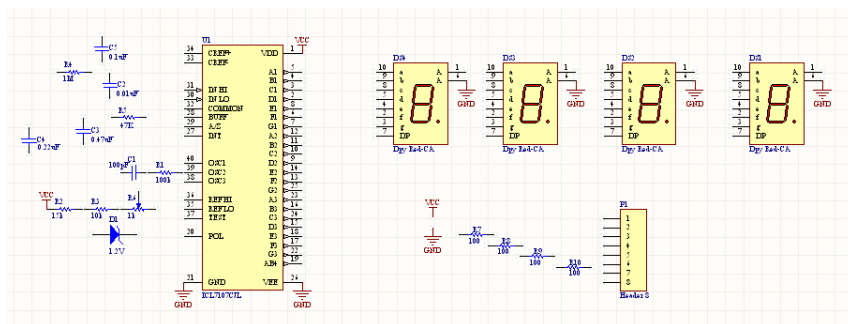

图 2.153 添加的三个电源标志
(26) 单击键盘上的“Tab”键，打开“Power Port”对话框，在 Net 编辑框中输入“VCC”，单击“Style”右侧的“GND”字样，在弹出的下拉列表中选择“Bar”，单击“OK”按钮。
(27) 分别在原理图中“R2”左端，“U1”第1脚和接头“P1”左侧单击鼠标，布置三个电源标志，如图 2.153 所示。